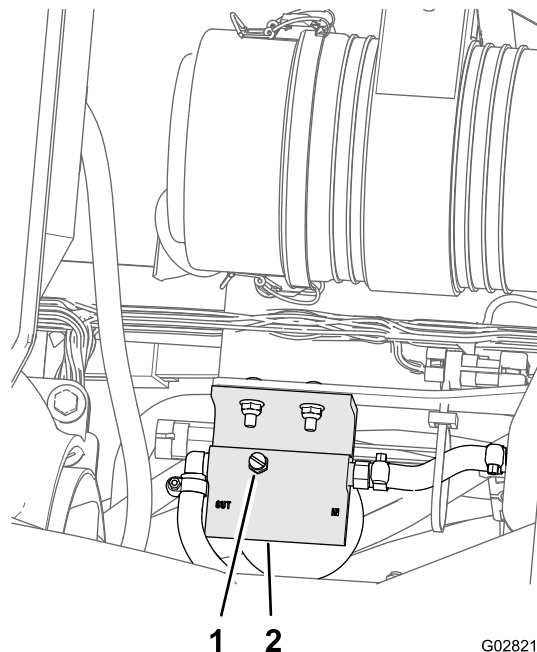

Figura 73
5. Desaperte o tampão de ventilação na parte superior do separador combustível/óleo (Figura 73).
7. Aperte o tampão de ventilação (Figura 73) e rode o interruptor da ignição para a posição DESLIGAR.